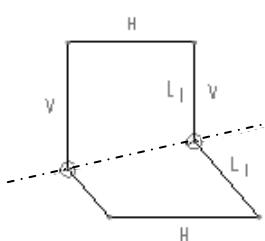

图 4.13.7 添加有用的约束
(1) 单击工具栏按钮  中的  (或选择下拉菜单 **草绘(S)** → **约束(U)** → **= 相等** 命令)，系统弹出“约束”工具栏。
(2) 在“约束”工具栏中单击  按钮，然后在图 4.13.6 所示的图形中依次单击线段 1 和线段 2。完成操作后，图形如图 4.13.7 所示。